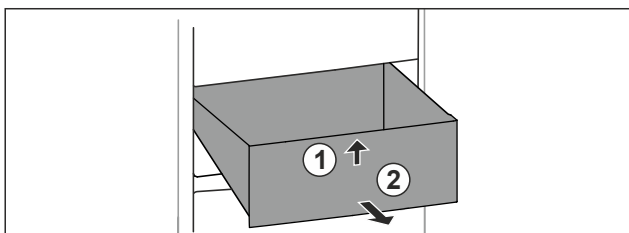

Fig. 72
- ▶ Schubfach vorne anheben. Fig. 72 (1)
- ▶ Schubfach nach vorne entnehmen. Fig. 72 (2)